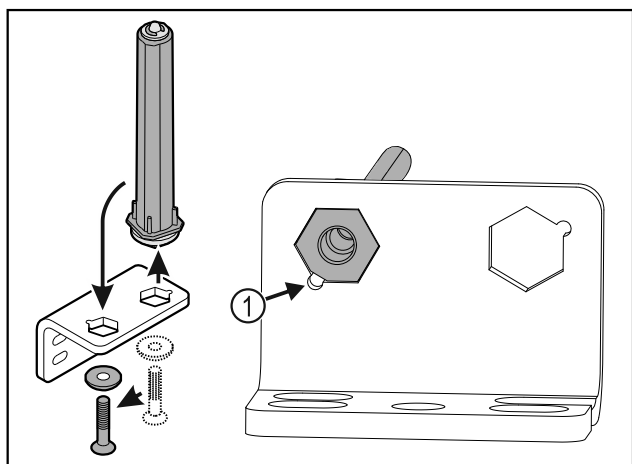

Fig. 19
- ▶ Bëni kujdes që gjatë vendosjes, e prera e kokës së bulonit Fig. 19 (1) të jetë e drejtuar nga vrima e rumbullakët.